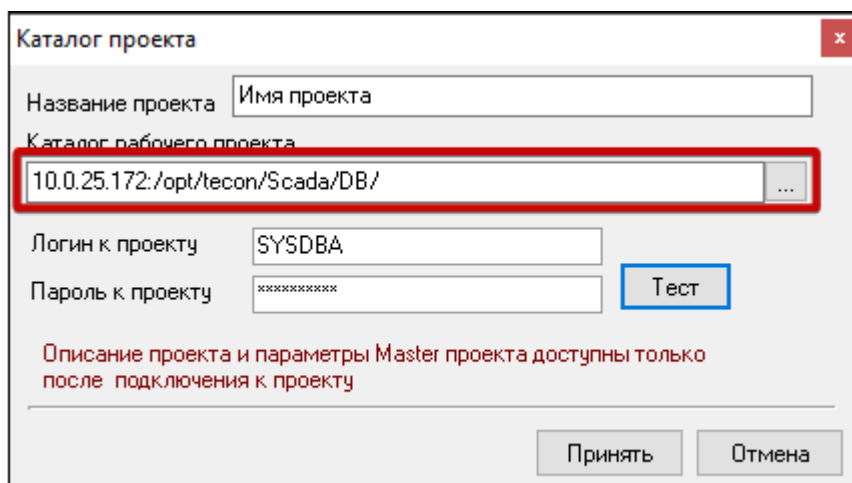

Рисунок 5.3. Добавление пути к базе данных
- 4) В открывшемся окне укажите путь к базе данных на компьютере с ОС TenixWS и нажмите кнопку "Принять" рис. 5.3.